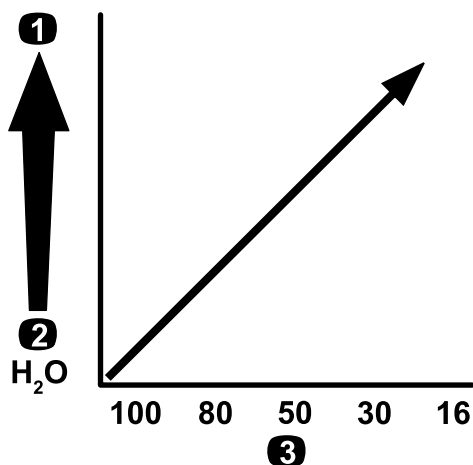

図 25
**重要** 粘度の高いドロドロした薬剤や、ウェットブル水和剤を散布する場合には、オプションの目の粗い圧力フィルタが必要になる場合があります 図 25を参照。